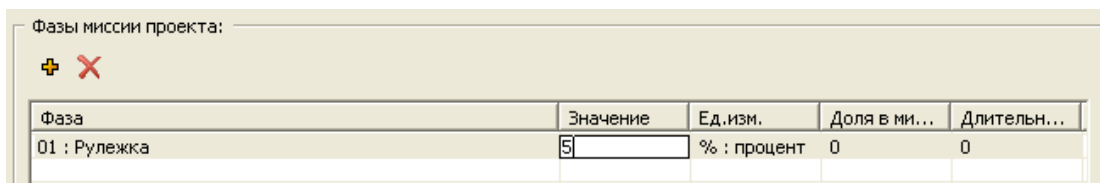

Рис. 5-33
- Затем сделайте двойной щелчок левой кнопкой мыши по ячейке **Значение** и введите значение длительности данной фазы миссии в выбранной единице измерения (рис. 5-33).